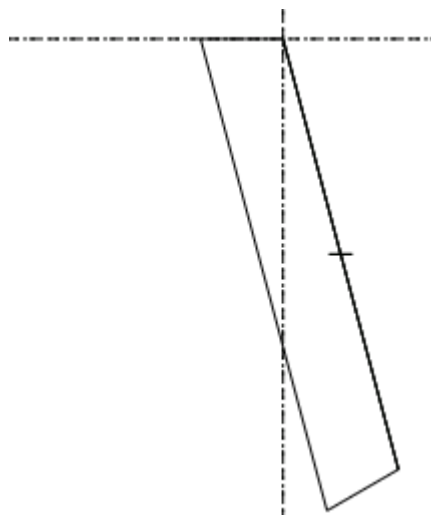

图 50-9
- (4) 单击【完成】 【接受】 【正向】，系统进入草绘工作环境，如图 50-9 所示。